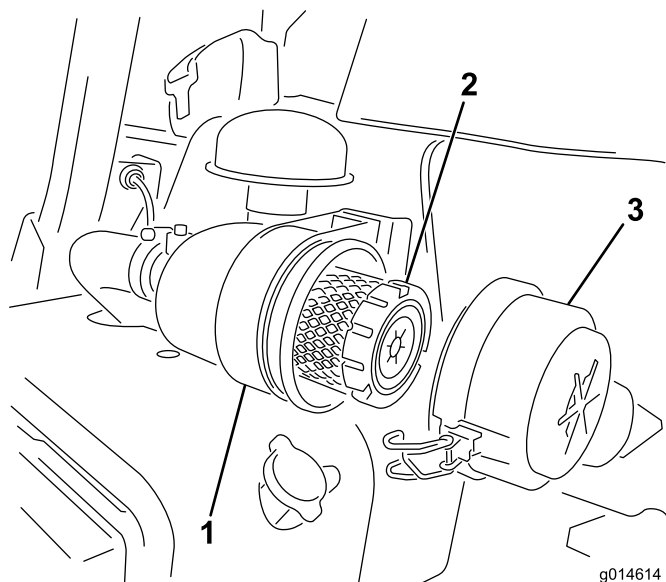

図 41
1. エアクリーナのカバーをボディーに固定しているラッチを外す(図 41)。
6. ラッチをしっかりと掛ける (図 41)。